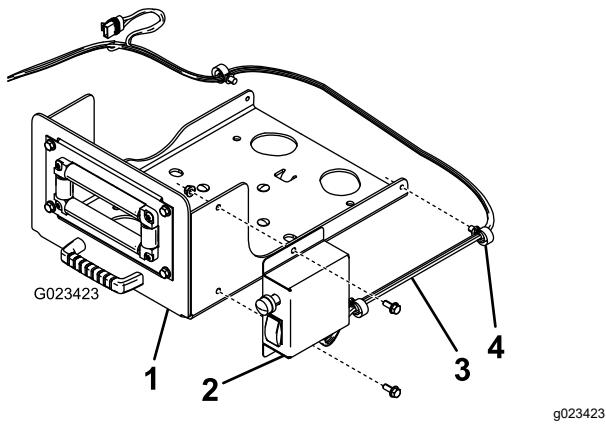

Figure 6
5. Fixez le boîtier d'interrupteur sur la plaque pivotante au moyen de 2 boulons (5/16") et 2 écrous à embase (5/16"), comme montré à la Figure 6.
6. Fixez le faisceau de câblage sur les côtés de la plaque pivotante au moyen des clips existants (Figure 6).